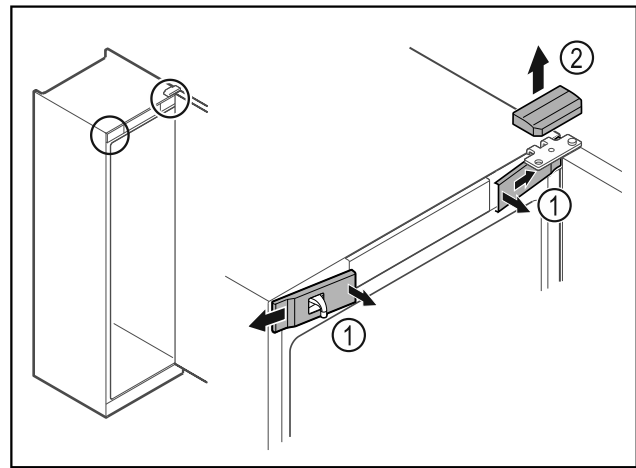

Fig. 16
- Vidinėje pusėje atfiksukite priekines dengiamąsias plokšteles Fig. 16 (1) ir nuimkite jas į šoną.
- Nuimkite viršutinę dengiamąją plokštelę Fig. 16 (2) į viršų.